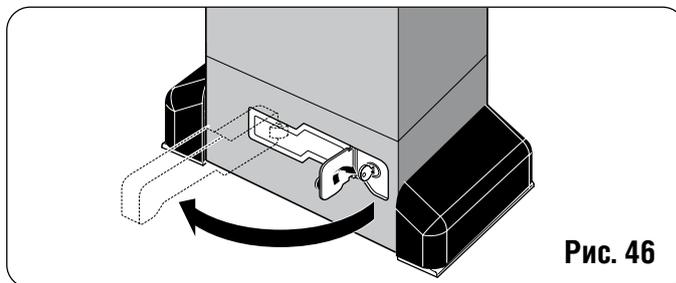

Рис. 46
2) Повернуть ключ по часовой стрелке и вынуть предохранительный рычаг, как показано на рис. 46.